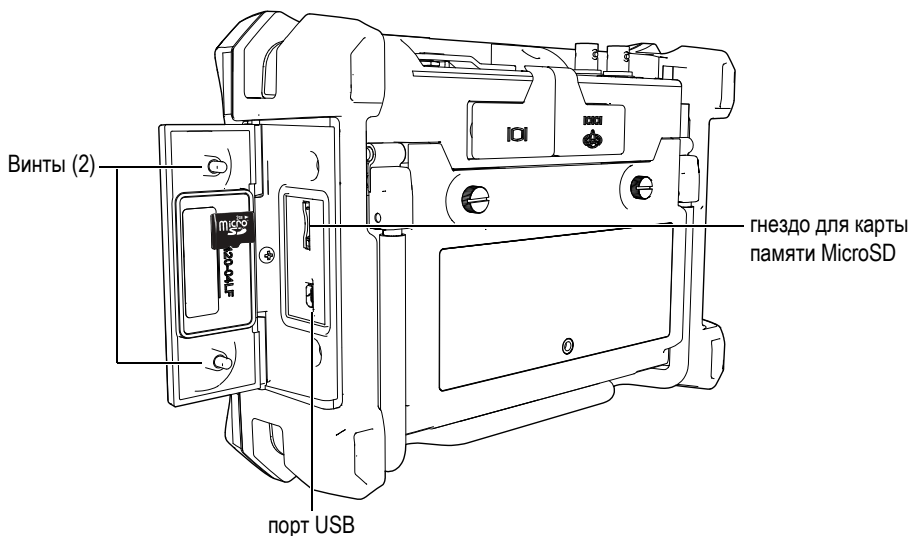

Рис. 1-12 Боковая дверца
2. Освободить два винта, а затем открыть боковую дверцу прибора EPOCH 600 (см. Рис. 1-12 на странице 27).
4. Осторожно вводите карту памяти в гнездо для карты MicroSD, пока не услышите щелчок (см. Рис. 1-12 на странице 27).